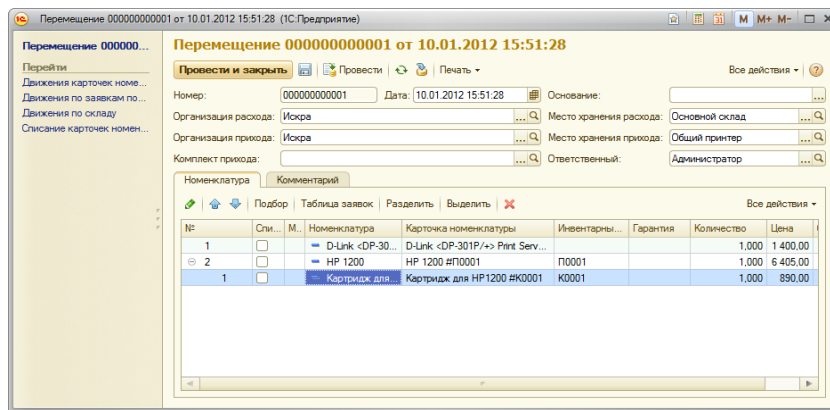

Рис. 2. Перемещение оборудования
3. Сформировать место, на которое переместится оборудование. При этом картридж помещается сразу в принтер. Для этого необходимо перенести строку с картриджем на строку с принтером (рис. 2).